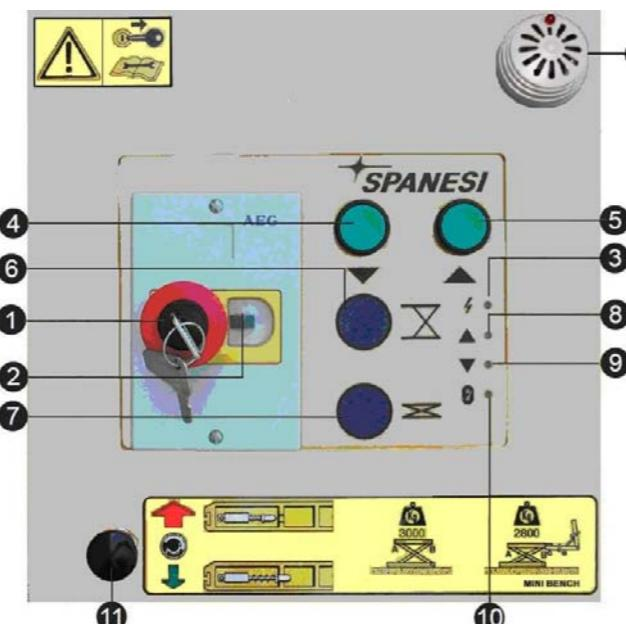

Figure 7
- Tirer sur le bouton d'urgence coup-de-poing pour le débloquer (1 - fig.7).
- Appuyer sur le bouton de remise à zéro (2 - fig.7) qui se trouve à droite du bouton d'urgence (1 - fig.7): le voyant blanc (3 - fig.7) qui s'allume signale qu'il y a du courant. Contrôler les branchements si ce n'est pas le cas.